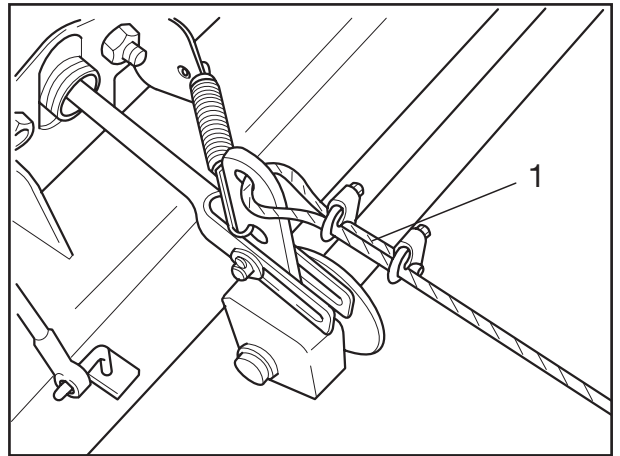

Fig. 4
- [6] Ggf. Handbremsseile (Fig. 4/1) abbauen.